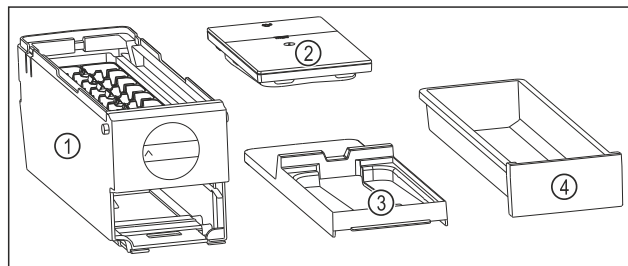

Fig. 89 Součásti EasyTwist-Ice
- ▷ EasyTwist-Ice je rozebrán na čtyři části. (viz Fig. 89)
- ▶ EasyTwist-Ice rozebírejte pouze na zobrazené součásti. (viz Fig. 89)
- ▶ Korpus EasyTwist-Ice Fig. 89 (1) vyčistěte jako celek.